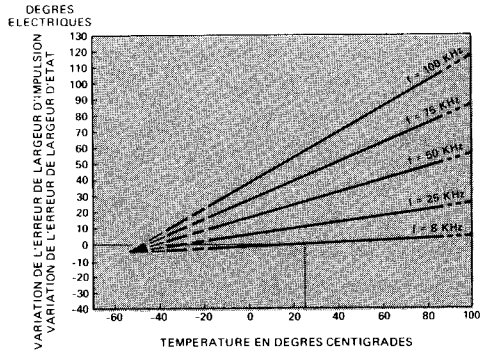

FIGURE 2 – Variation maximale de l'erreur de largeur d'impulsion ou de l'erreur de largeur d'état provoquée par la vitesse et la température
- Lorsque l'impulsion d'indexage est centrée sur les états bas-bas des voies A et B, comme il apparaît à la figure 2, un état P0 unique peut être défini une fois par tour dans les conditions de fonctionnement recommandées et jusqu'à 25 kHz. La figure 6 montre comment P0 peut s'obtenir à partir des sorties de la voie A, B et I. La plage de réglage indique la distance maximale du centre de l'état bas-bas à laquelle le centre de l'impulsion d'indexage peut être réglé.